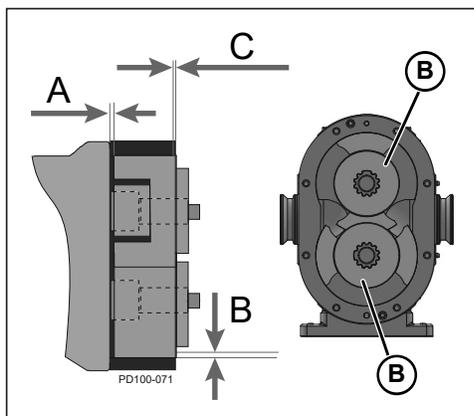

Ilustración 86 - Medida Holgura
- Mida el despeje de la cara trasera del rotor (Ilustración 86, elemento A) hasta el puerto o desde el frente. La holgura de la cara posterior de ambos rotores debe ser la misma para evitar el contacto cruzado del rotor y debe ser $\pm 0,0005$ del valor que se encuentra en la Tabla 5, "Holguras del rotor", en la página 53.
- Compruebe el despeje de la cara frontal del rotor (Ilustración 86, elemento C).
- Compruebe la holgura entre el rotor y la carrocería (Ilustración 86, elemento B).